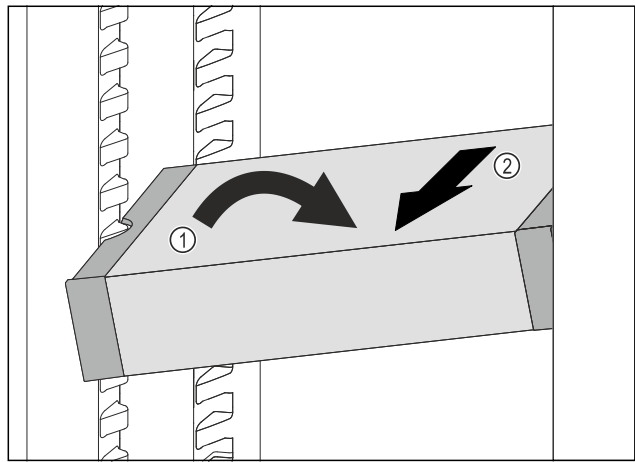

Fig. 92
- ▶ VarioSafe postavte v chladničke šikmo. Fig. 92 (1)
- ▶ VarioSafe vyberte dopredu. Fig. 92 (2)